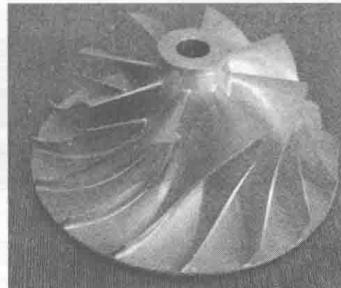

图 1-15 多轴联动加工的零件
d. 图 1-15 所示为多轴联动加工的零件。Mastercam VX 的多轴加工功能为零件的加工提供了更多的灵活性，应用多轴加工功能可方便、快速地编制高质量的多轴加工程序。Mastercam VX 的五轴铣削方法包括曲线五轴、钻孔五轴、沿边五轴、曲面五轴、沿面五轴和旋转五轴。